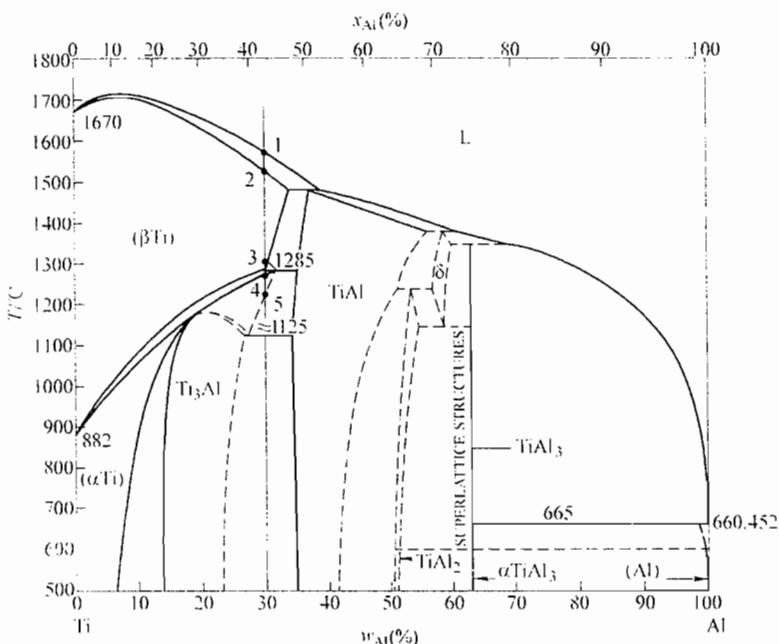

图 41-4 第二题第 2 小题解答图
2. 如图 41-4 所示, 合金成分线与相图中的相区分界线分别交于 1 点、2 点、3 点、 1285°C 、4 点、5 点、 1125°C 。